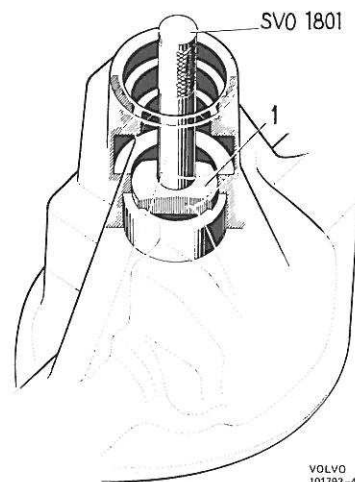

Figure 36. Démontage de la cuvette de roulement arrière de pignon
9. En cas de nécessité, extraire la cuvette du roulement arrière, voir figure 36. Se servir de la poignée de base SVO 1801, ainsi que de l'outil SVO 2690 pour les ponts du type 23, SVO 2598 pour ceux des types 27 et 30 et SVO 2843 pour ceux du type 31.